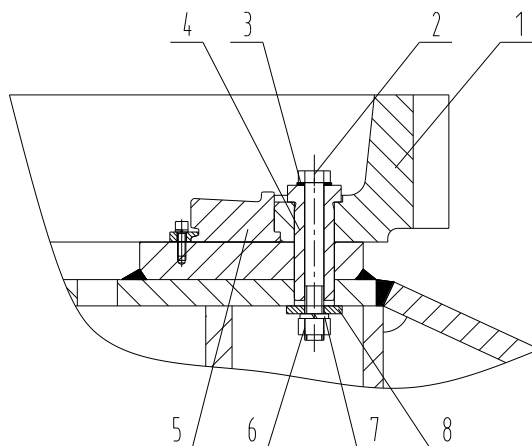

Рисунок 10-13. Монтаж зубчатого венца поворота
8. Снимите болт (7), шайбу (8) и шпонку (5) (фиксирующее устройство) (см. рисунок 10-13) и др.